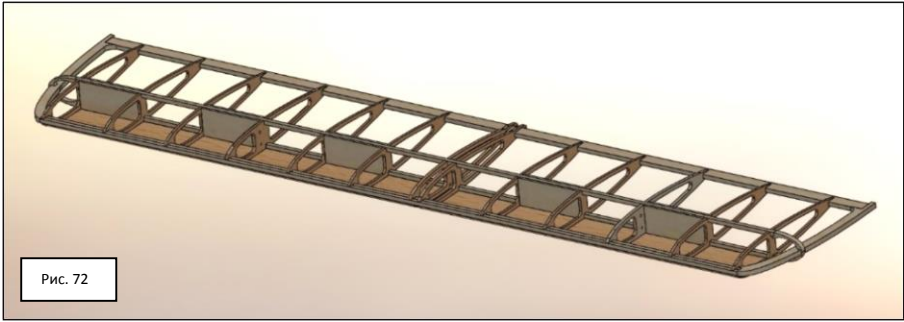

Рис. 72
**Рис. 72** на следующей странице поможет вам понять, что у вас должно получиться на этом этапе сборки.